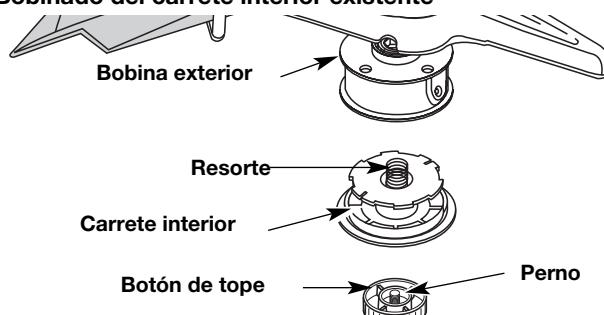

Fig. 30
- Sostenga la bobina exterior con una mano y desenrosque el botón de tope en sentido antihorario (Fig. 30). Inspeccione el perno de adentro del botón de tope para verificar que se mueva con libertad. Cambie el botón de tope si está dañado.
- Saque el carrete interior de la bobina exterior (Fig. 30).
- Saque el resorte del carrete interior (Fig. 30).
- Sostenga la bobina exterior con una mano y desenrosque el botón de tope en sentido antihorario (Fig. 30). Inspeccione el perno dentro del botón de tope para verificar que se mueva con libertad. Cambie el botón de tope si está dañado.
- Saque el carrete interior viejo de la bobina exterior (Fig. 30).
- Saque el resorte del carrete interior viejo (Fig. 30).